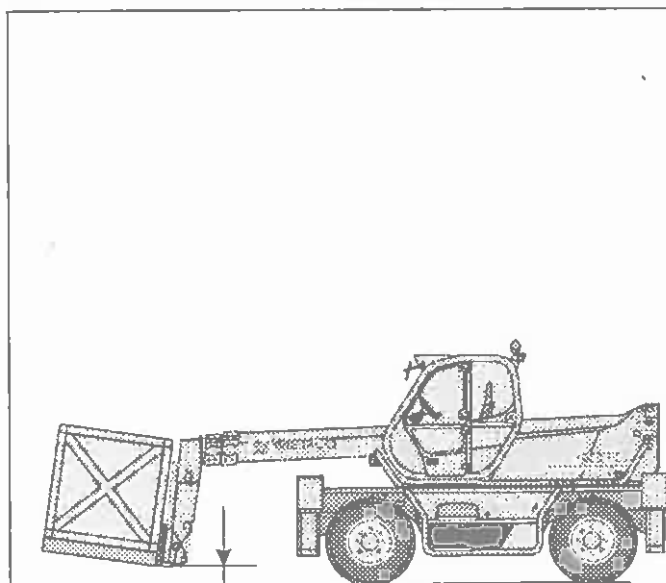

Fig.11
- wenn möglich, die Maschine langsam und vorsichtig zurücksetzen und anschließend den Teleskoparm senken und einfahren, so dass die Last in Transportposition gebracht wird (Abb. 11)